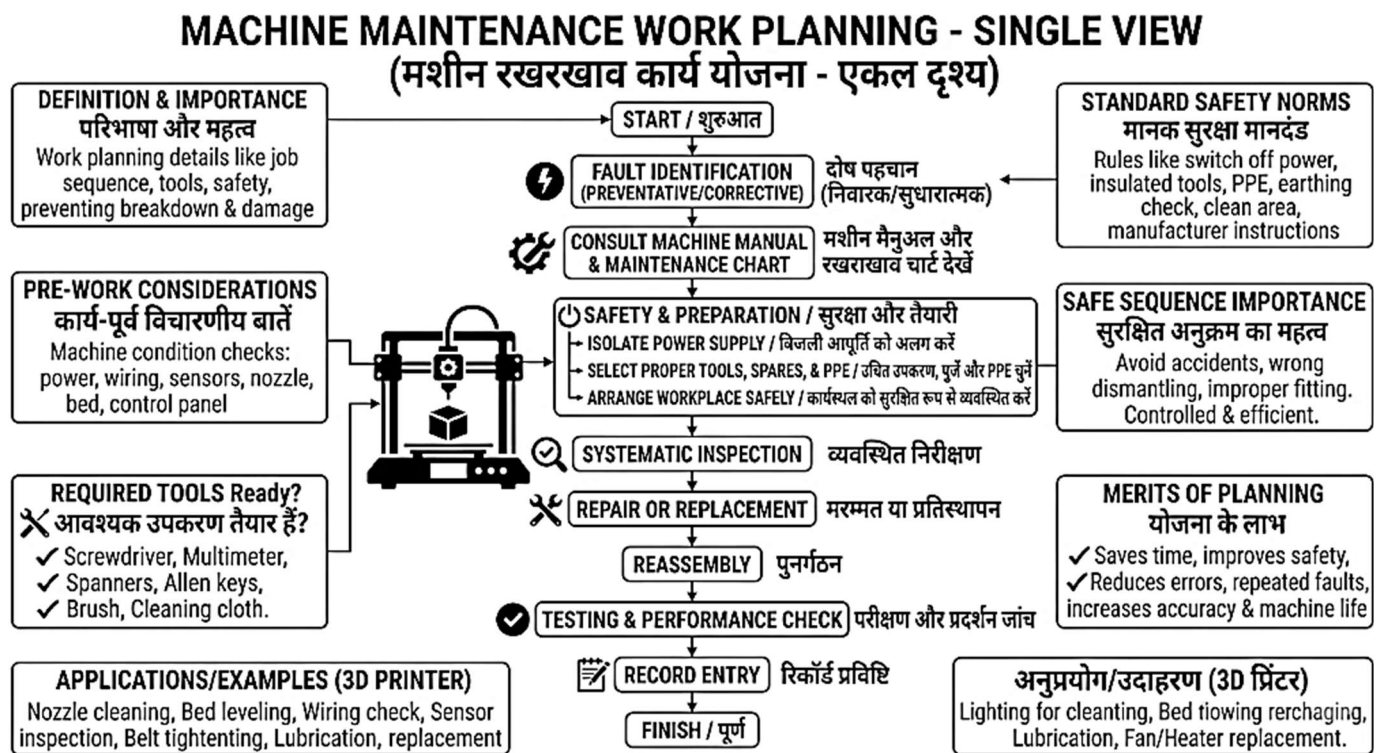

Fig. 16.6: Machine Maintenance Work Planning and Safety Sequence | मशीन रखरखाव कार्य योजना और सुरक्षा क्रम
16.6.1 Definition and Importance of Work Planning in Machine Maintenance (Fig. 16.6)
16.6.1 मशीन रखरखाव में कार्य योजना की परिभाषा और महत्व (Fig. 16.6)